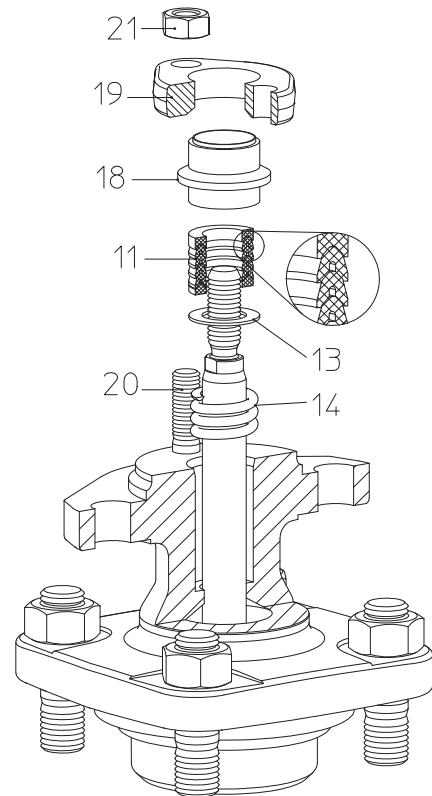

Рис. 11: сальниковые кольца DN15-150
- При замене колец (поз. 11) соблюдайте правильный порядок и монтажное положение каждого элемента (см. Рис. 11).